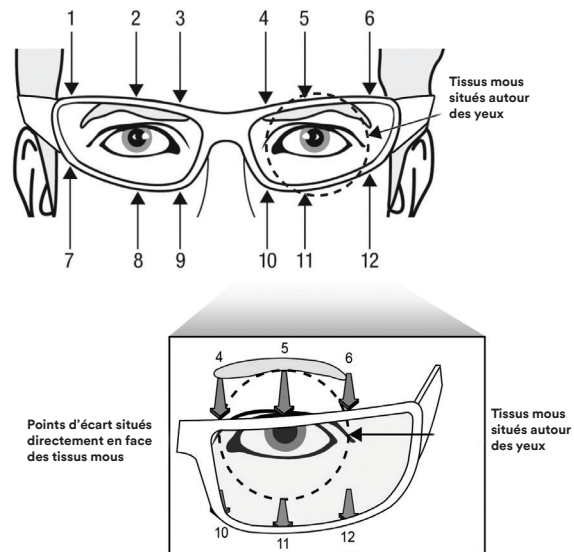

Figure 4: Endroits de vérification de l'écart
A. Examiner les points de vérification à la figure 4. Porter une attention particulière aux points 1 et 6 à la partie supérieure des lunettes, et 7 et 12 à la partie inférieure.
C. Sonder doucement l'écart autour du périmètre des lunettes, en vérifiant le haut et le bas de la monture et autour du pont, aux points indiqués à la figure 4. Marquer seulement une valeur d'écart par point en cochant la case appropriée sur le Formulaire d'évaluation de l'ajustement. La mesure de l'écart est celle de la sphère qui correspond le mieux à l'écart entre le visage et les lunettes aux points de vérification. Nous recommandons de commencer avec la sphère de 12 mm.